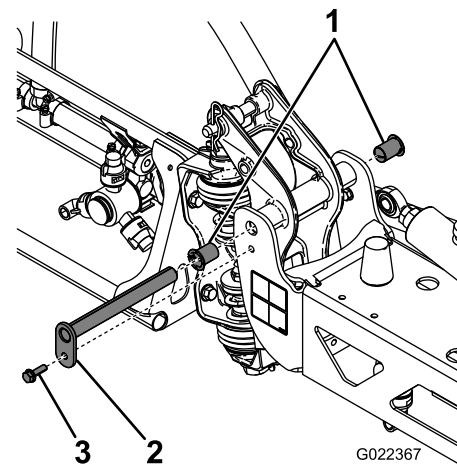

Figure 57
3. Lorsque le poids de la rampe est soutenu, retirez le boulon et l'écrou qui fixent l'axe de pivot à la rampe (Figure 57).
4. Retirez le boulon et l'écrou qui fixent l'axe de pivot, et déposez celui-ci (Figure 57).
6. Déposez et examinez les bagues en nylon à l'avant et à l'arrière du support de pivot (Figure 57).
7. Appliquez une petite quantité d'huile sur les bagues en nylon et montez-les sur le support de pivot (Figure 57).
8. Montez la rampe et support de pivot dans le cadre central en alignant les trous (Figure 57).